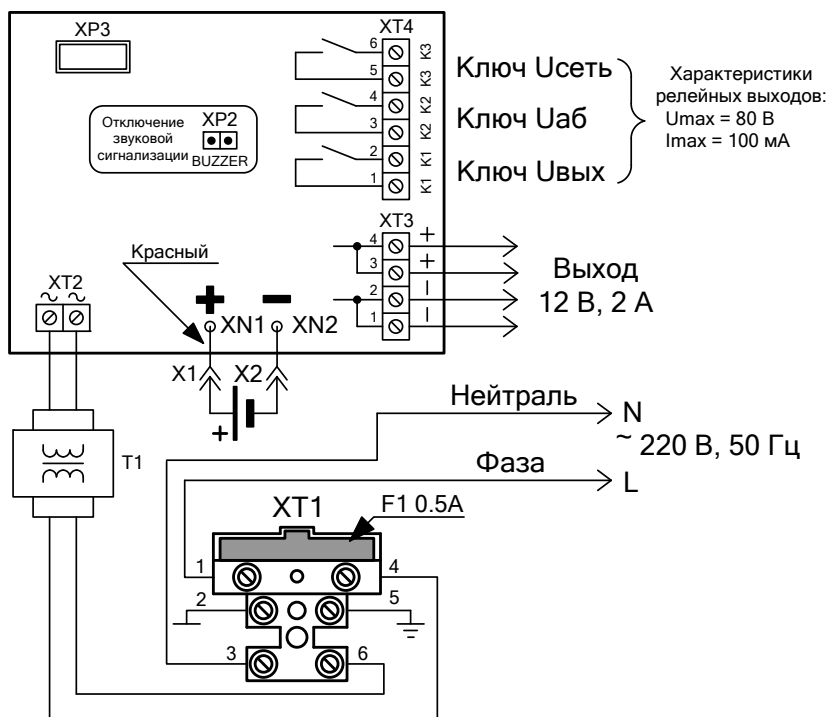

Рисунок 1 Схема подключения РИП
1.2.15 РИП обеспечивает возможность отключения звуковой сигнализации путём снятия перемычки с разъёма ХР2 (расположение разъёма показано на Рис. 1.).
ВНИМАНИЕ! При подключении внешнего питающего напряжения 220 В к сетевой колодке необходимо соблюдать правильность подключения проводов «фаза» и «нейтраль». Подключение производить в соответствии с рисунком, расположенным на внутренней стороне корпуса или в соответствии с Рис. 1 данной этикетки.
- в) подключить нагрузку к выходной клеммной колодке, соблюдая полярность (ХТЗ/1,2 – «-», ХТЗ/3,4 – «+», см. Рис. 1).
ж) При необходимости организации дистанционной сигнализации наличия сетевого напряжения, выходного напряжения и напряжения батареи подключить выходы оптореле К1, К2 и К3 к шлейфам сигнализации приборов согласно Рис. 1. Состояния цепей оптореле приведены в Таблице 1.